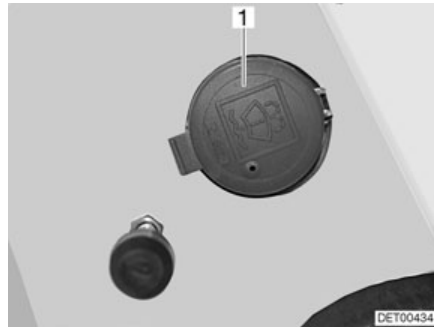

Fig. 28 Bec de remplissage réservoir pour liquide d'essuie-glace
- Enlever le couvercle (Fig. 28,1) du bec de remplissage du réservoir d'eau d'essuie-glace.